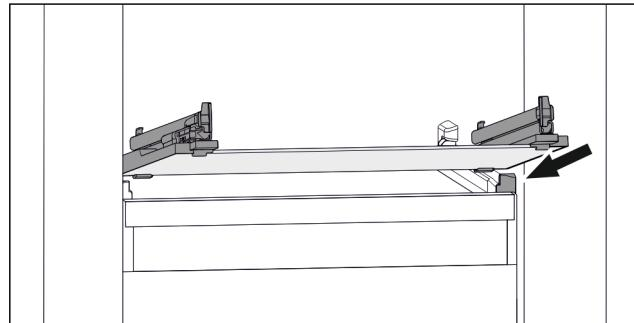

Fig. 138 Примерное отображение стеклянной пластины
- Наклоняя вниз, установите стеклянную пластину за стопоры. (см. Fig. 138)